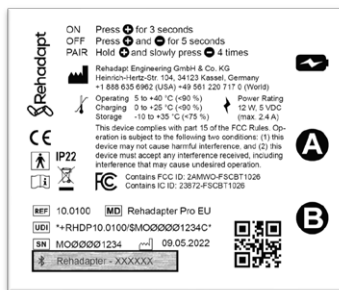

Abb. 4.1 Gerätekenzeichnung ⑩ auf der Rückseite des Rehadapter™
4. Aktivieren Sie den Kopplungsmodus: Drücken und halten Sie eine der beiden Lautstärke-Tasten ⑪ oder ⑫ und drücken Sie die andere Lautstärke-Taste 4-mal langsam jeweils 1 Sekunde, um den Rehadapter™ in den Kopplungs-Modus zu setzen. Die Betriebsanzeige-LED auf der Rückseite blinkt schnell blau. Lassen Sie beide Tasten los.
5. Wählen Sie den Rehadapter™ (Rehadapter™-XXXXXX) in den Bluetooth®-Einstellungen des Tablets aus (**Abbildung 4.1**). Der Rehadapter™ und das Tablet sind nun gekoppelt und die Betriebsanzeige LED leuchtet durchgängig blau.